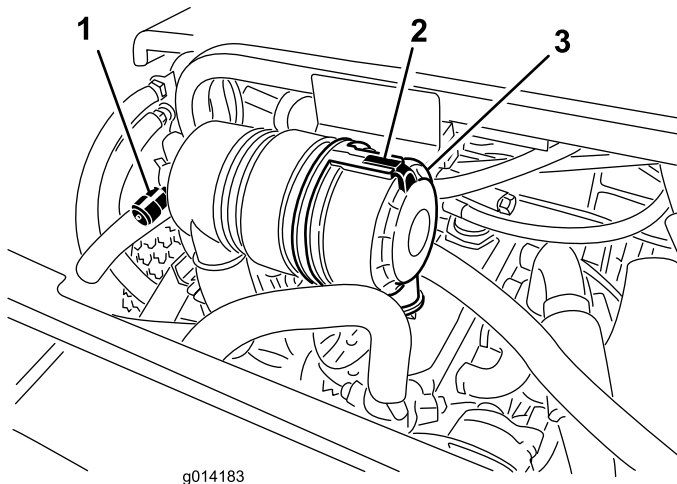

Figura 30
Revise el filtro del limpiador de aire únicamente cuando el indicador de mantenimiento (Figura 30) lo requiera. El cambiar el filtro antes de que sea necesario sólo aumenta la posibilidad de que entre suciedad en el motor al retirar el filtro.
1. Abra los enganches que sujetan la tapa del limpiador de aire a la carcasa del limpiador de aire (Figura 30).